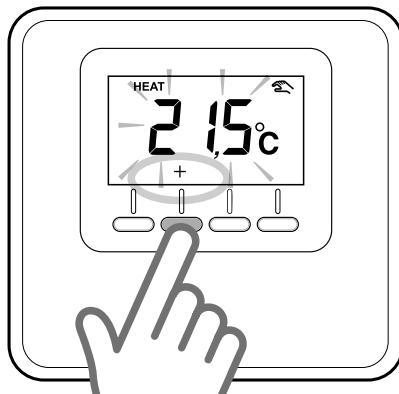

Fig. 5
Pressionar as teclas de regulação “+” ou “-”, para configurar o valor de temperatura ambiente que se pretende (fig. 5). Pressionar a tecla “OK” para confirmar. No visor o valor configurado pisca durante alguns instantes e depois o visor volta à apresentação da temperatura ambiental detetada.
- Pressionar as teclas “+” ou “-” para escolher a zona a atribuir. (Fig. 5)